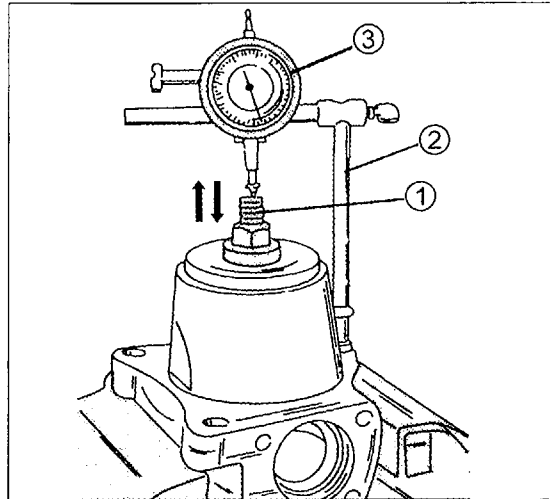

Bild 232
- Den Achsschenkel wie in Bild 232 gezeigt in einen Schraubstock einspannen und den Messstift der Messuhr vorspannen und auf Null stellen.
- Die herausstehende Schraube (1) erfassen und auf- und abbewegen, während die Anzeige an der Messuhr abgelesen wird. Die Anzeige muss zwischen 0,02 und 0,10 mm liegen.